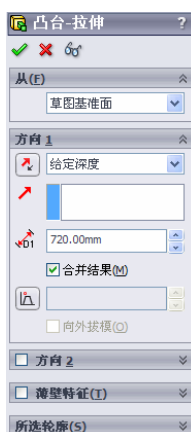

图 5-135 “凸台-拉伸”对话框
⑫ 拉伸实体。选择菜单栏中的“插入”→“凸台/基体”→“拉伸”命令,或者单击“特征”工具栏中的“拉伸凸台/基体”图标,此时系统弹出如图 5-135 所示的“凸台-拉伸”对话框。在“深度”一栏中输入值 720。按照图示进行设置后,单击对话框中的“确